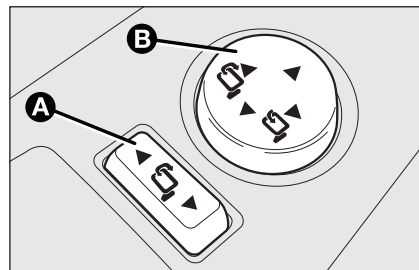

fig. 36
- ☐ posicione el selector **A-fig. 36** en la posición neutra (sin espejo seleccionado);
- ☐ pliegue el espejo accionando las posiciones laterales del joystick **B-fig. 36**;